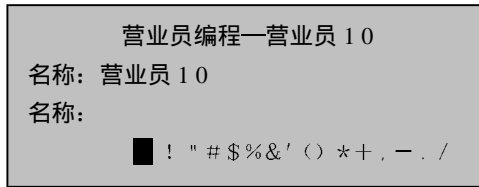

图 3-16
3) 运用数字输入操作输入“10”，进入10#营业员编程，如图3-16所示；